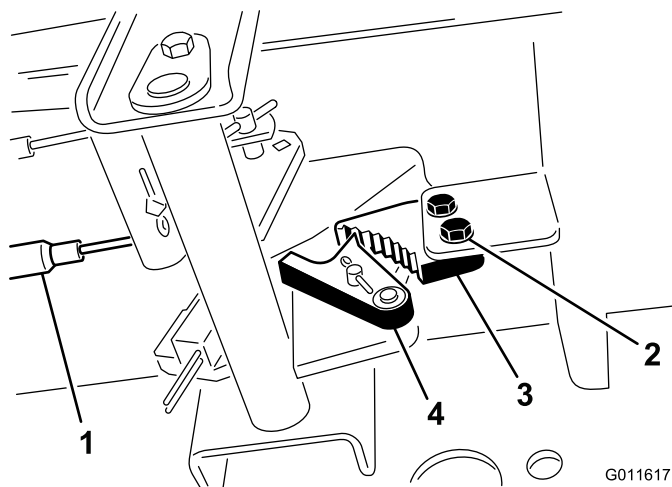

Figura 69
1. Solte os 2 parafusos que prendem a lingueta do travão de estacionamento à estrutura (Figura 69).
2. Carregue no pedal do travão para a frente até o detentor do estacionamento engatar completamente na lingueta do travão (Figura 69).